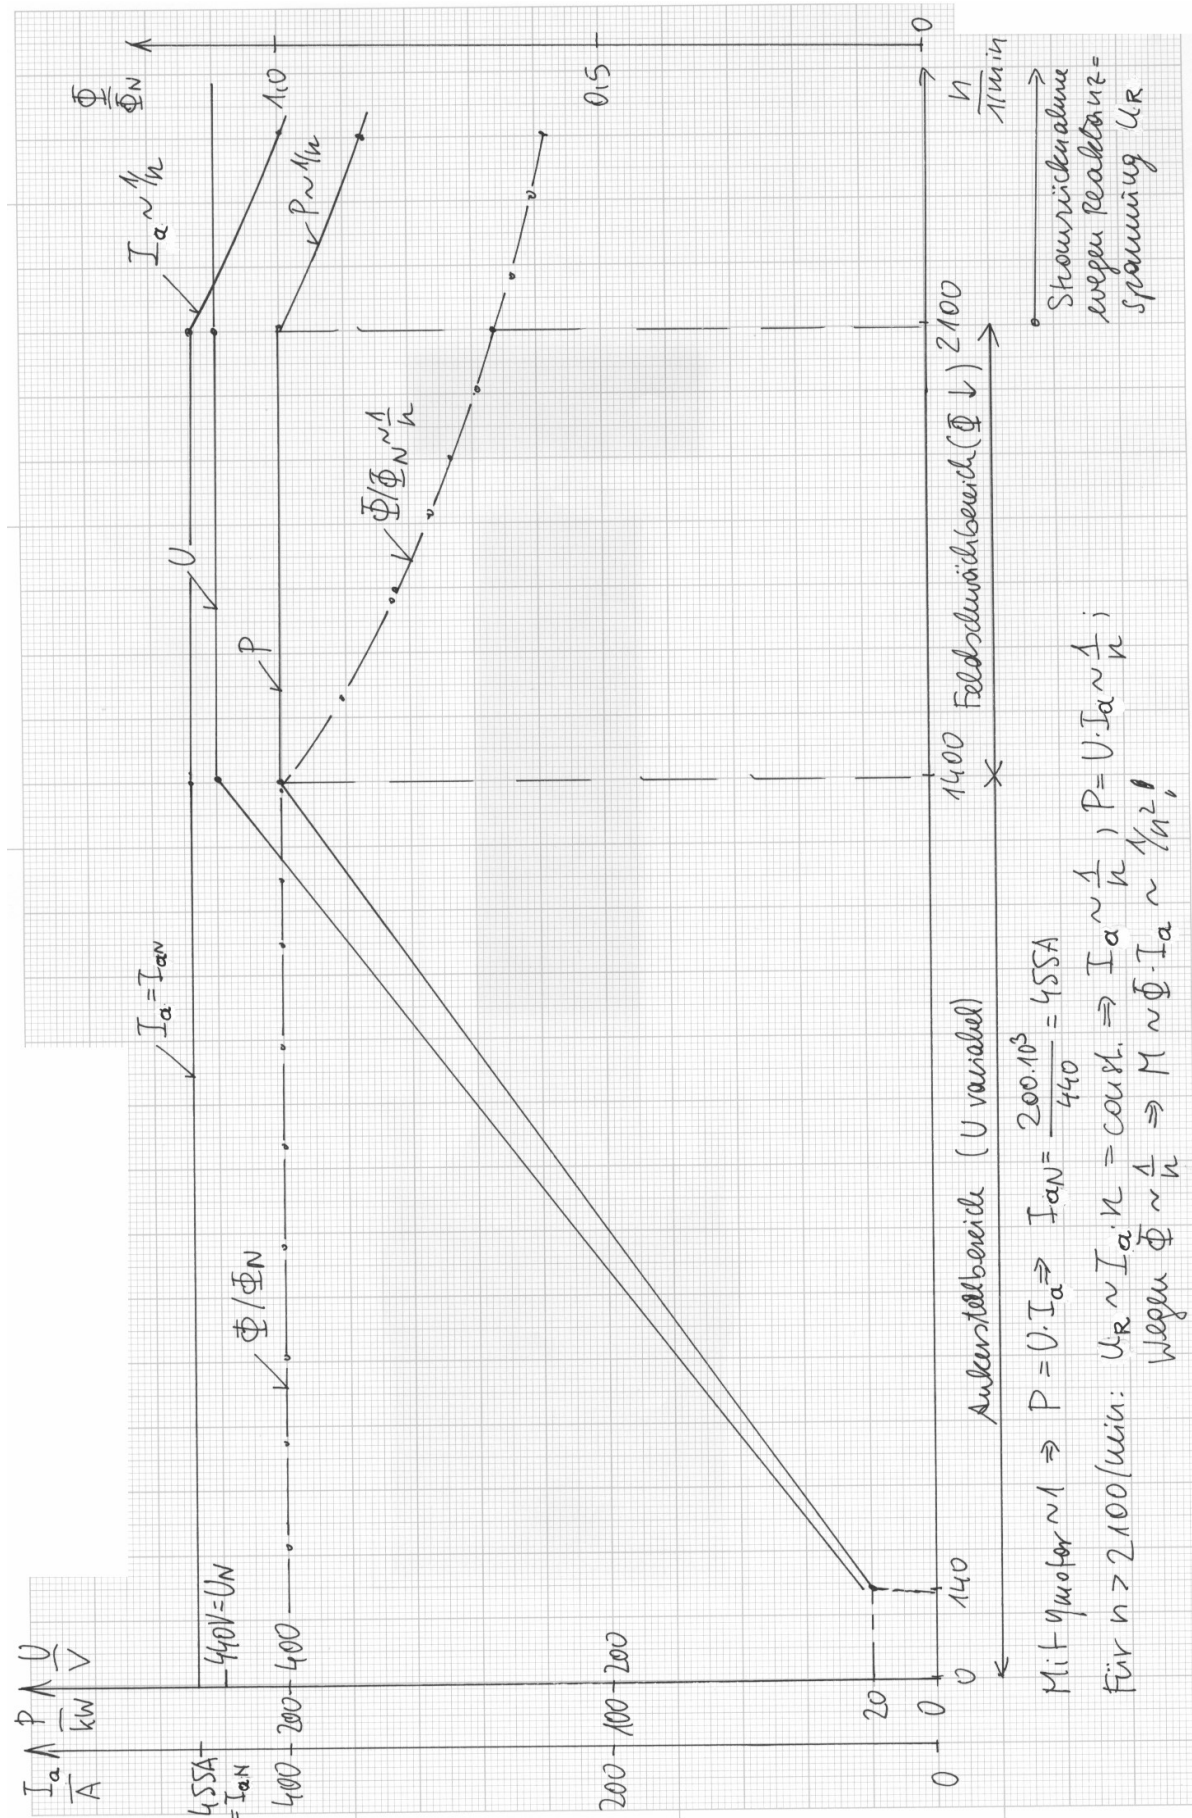

Bild 4.1-2: Spannung, Ankerstrom und Gesamtfluss in Abhängigkeit der Drehzahl
2) Spannung, Ankerstrom und Gesamtfluss in Abhängigkeit der Geschwindigkeit für obige Maschine: Bild 4.1-2.
$u_R \sim n \cdot I_a$, $u_{R,max} = const.$ $\Rightarrow I_a \sim 1/n \Rightarrow P \sim U I_a \sim 1/n$. Der Strom muss bei Drehzahlen über 2100/min reduziert werden, um die Reaktanzspannung bei steigender Drehzahl zu begrenzen (Bild 4.1-2).